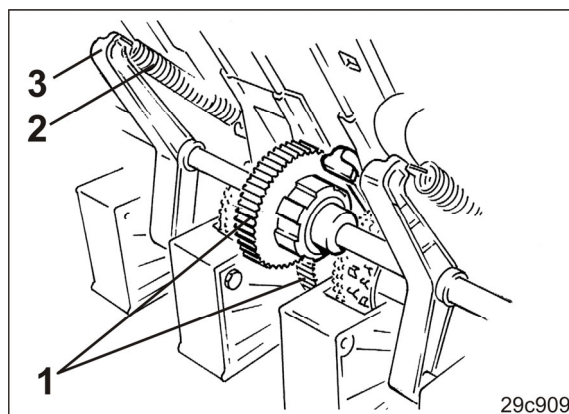

Fig. 245
8. Engatar os dentes (Fig. 245/1) do acoplamento de contra-eixos e a engrenagem do esporão do veio sementeador.
9. Prender as molas de tração (Fig. 245/2) aos rolamentos giratórios (Fig. 245/3).